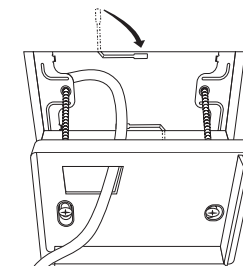

Fig.5
7. Remettez les parties (A) et (B) dans les espaces entre le plafond et l'unité réceptrice de signaux de façon qu'ils remplissent les ouvertures. Plus serrez les vis. Ne serrez pas les vis trop fort. Cela pourrait endommager ou déformer le boîtier. Serrez-les de façon que l'unité réceptrice de signaux puissent être déplacée légèrement avec la main. (Fig. 5)